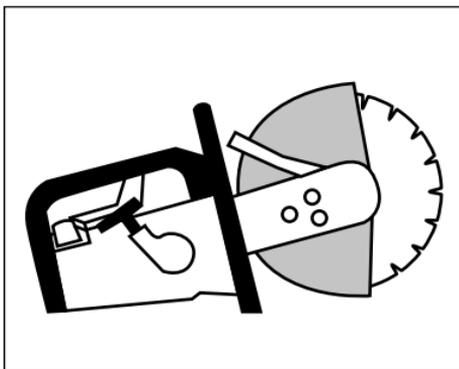

Figura 24. Sierra manual
- *Sierras manuales* (Con hoja de diamante u hoja abrasiva) (Figura 24). Son muy rápidas, brindan precisión en el corte y excelente movilidad. Sin embargo, generan mucho polvo. Funcionan generalmente a gasolina, con motores similares a los utilizados en las sierras de cadena.